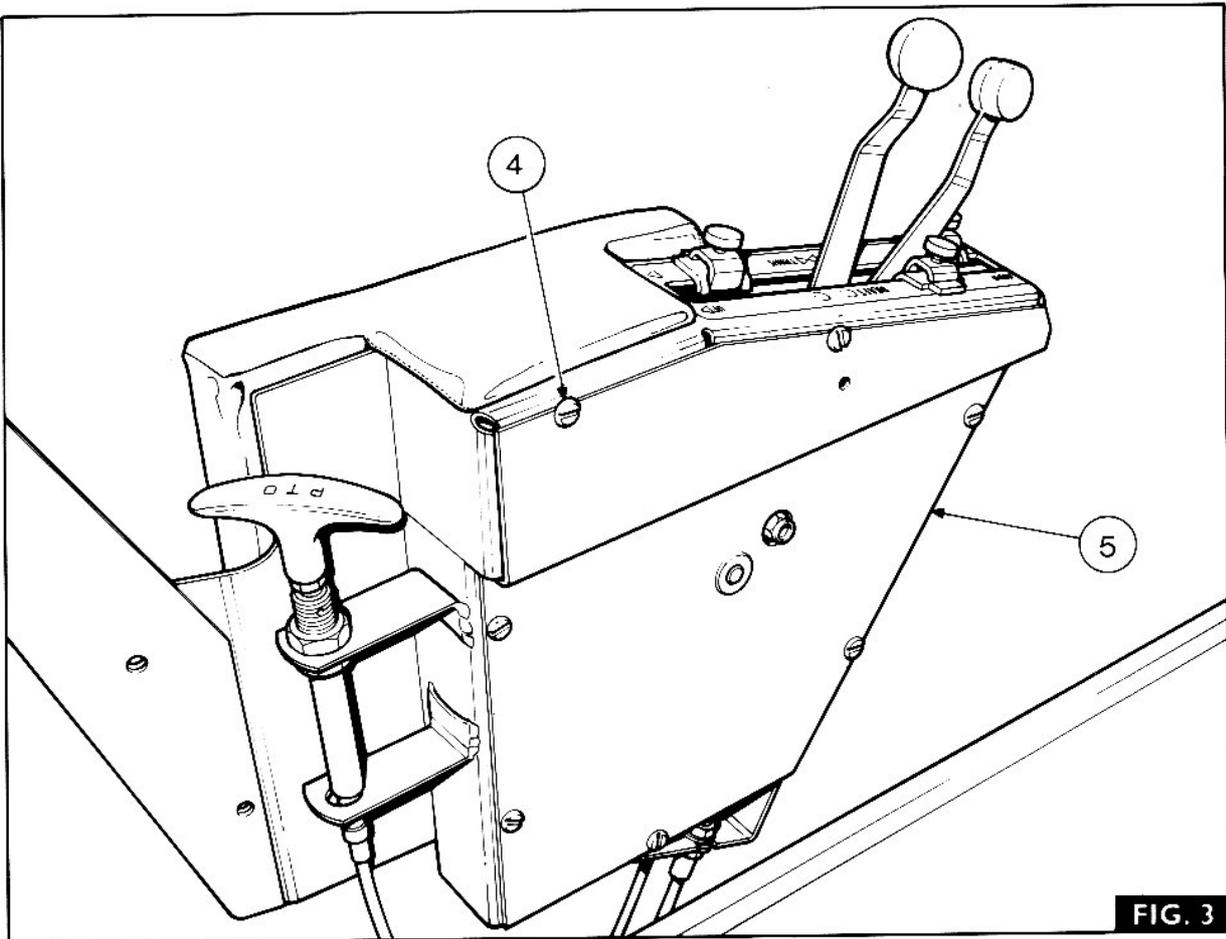

FIG. 3
#### Dépose (Figs. 3,4 et 5)
1. Fig. 3. Retirer les vis (4) du panneau latéral (5).
4. Fig. 3. Remettre en place le panneau latéral (5) de la console et le fixer au moyen des vis (4).
Dépose (Figs. 3 et 5)
1. Fig. 3. Retirer les vis (4) du panneau latéral de console (5).
2. Fig. 3. Remettre en place le panneau latéral (5) de la console au moyen